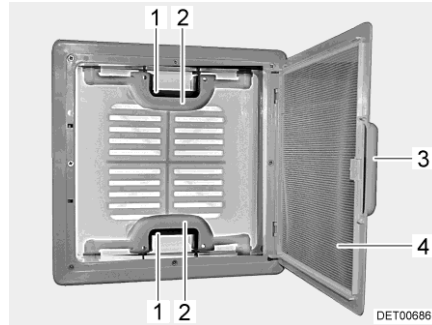

Fig. 31 Lanterneau à poussoirs
- Tirer sur la poignée (Fig. 31,3).
- Rabattre la moustiquaire (Fig. 31,4) vers le bas.
- Appuyer sur le verrou (Fig. 31,1) vers l'intérieur du lanterneau. Pousser le lanterneau simultanément vers le haut par la poignée (Fig. 31,2).
- Faire basculer la moustiquaire (Fig. 31,4) vers le haut jusqu'à ce qu'elle s'enclenche.
- Tirer fortement le lanterneau vers le bas par les deux poignées (Fig. 31,2) jusqu'à ce que les deux poussoirs (Fig. 31,1) s'encliquettent.